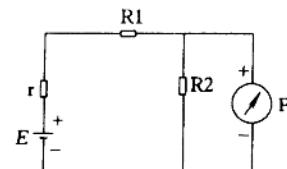

图 2-3 测量直流电压时
(1) 把万用表并接在被测电路中时，在测量直流电压时，应注意被测点电压的极性，正确的接法如图 2-3 所示，即把红表笔接电压高的一端，黑表笔接电压低的一端。如果不知被测电压的极性，可按前述测电流时的试探方法试一试，如指针向右偏转，则可以进行测量；如指针向左偏转，则把红、黑表笔调换位置，方可测量。